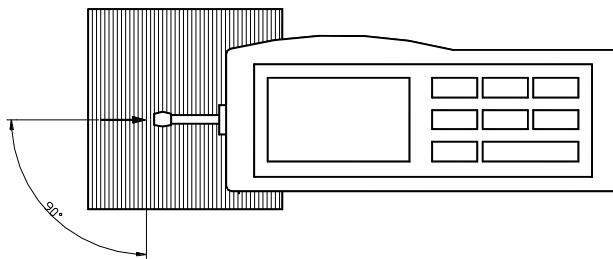

图 2-3 测量方向
d. 参照图 2-3, 传感器的滑行轨迹必须垂直于工件被测表面的加工纹理方向。